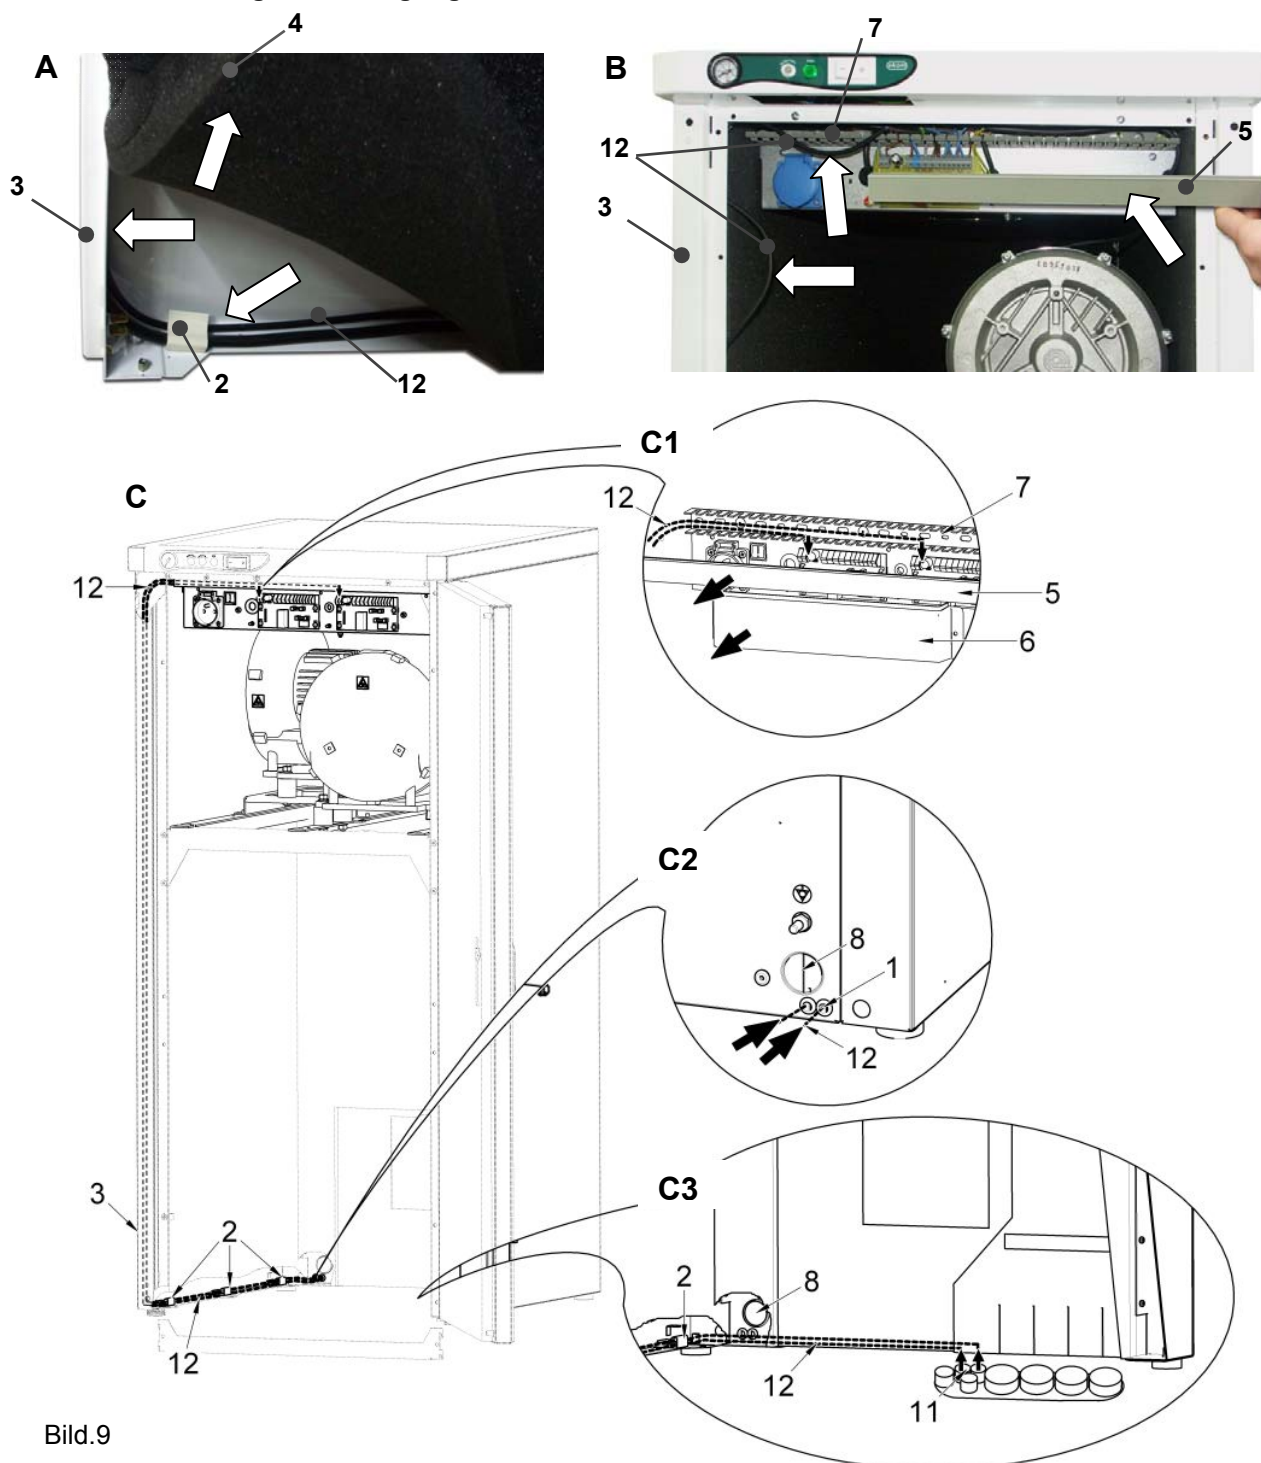

Bild.9
(Bild. 9)
Das Kabel (12) zur Absaugersteuerung (24V AC/DC) durch die  ffnung im Kastenhinterteil (Abb.9-C2) oder in der Rohrleitung im Boden (11) f hren (Abb.9-C3), mit den am linken Kastenpaneel unten befindlichen Schellen (2) befestigen und durch den Hohlraum (3) im Kastenstirnraum (Abb.9-A) f hren. Vor Einlegen des Kabels unter die Befestigungsschelle ist das Schalld mpfungsmaterial (4) an den Kastenecken wegzuschieben. Die Abdeckung der Stromleitung (5) und des Elektropaneels (6) abnehmen. Das Kabel vom Absauger an der Leiterplattenklemme nach dem Schaltschema anschlieen, in den Hohlraum (3) an der Kastenfrontseite schieben, hinter dem Schalld mpfungsmaterial an der Kastenseite hin berf hren (4) und im Elektroleitungskanal (7) (Abb. 9-B) verlegen.